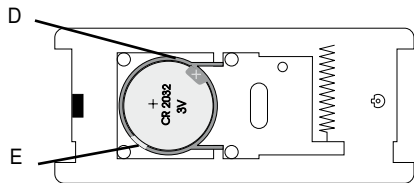

Figure 2 : Compartiment à pile
- d) La pile (pile bouton CR 2032) peut maintenant être mise en place dans le logement en plastique sur la platine (fig. 2 D).
- e) Pour remplacer la pile, sortez la pile précédente de son logement en plastique en la soulevant légèrement sur le côté à l'aide d'un tournevis plat (fig. 2 E). Vous pouvez ensuite installer la nouvelle pile. Veuillez respecter la polarité de la pile.